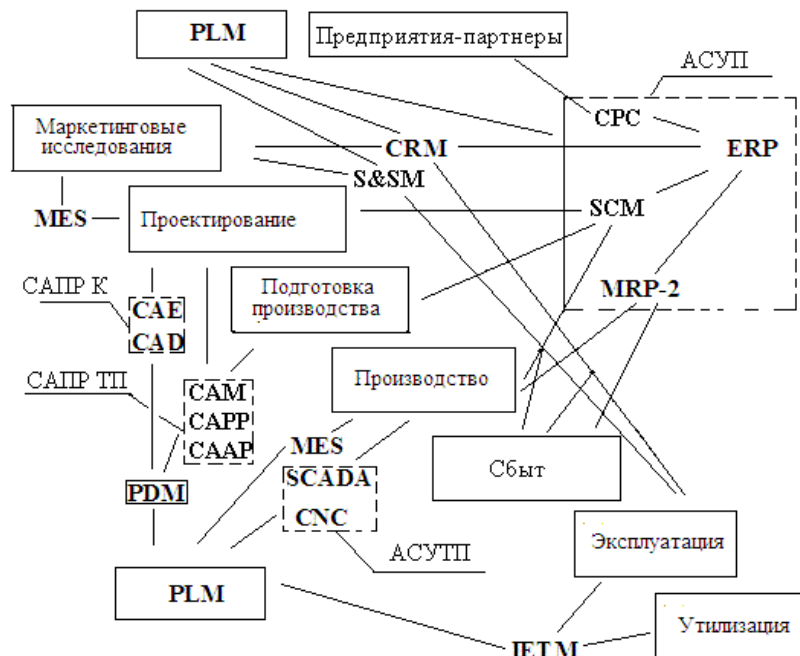

Рис. 2
**Вопрос 4.** Какое программное обеспечение осуществляет в «петле качества» автоматизированное проектирование процессов сборки (рис. 2)?